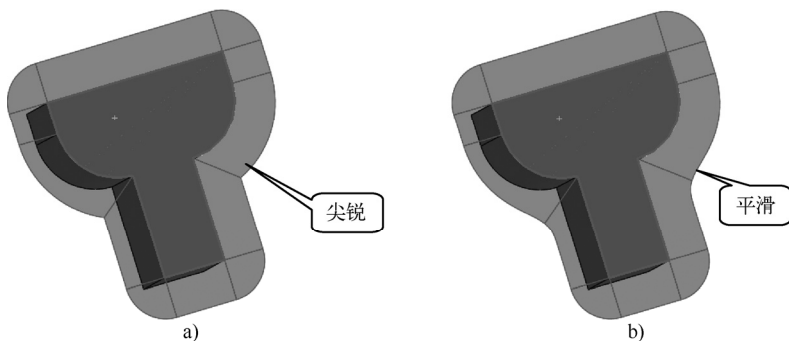

图 10-26 分型面的“尖锐”和“平滑”延伸方式
- “分型面”卷展栏：用于设置分型面的详细参数。其中“距离”文本框用于设置分型面的延伸长度；“角度”文本框用于设置分型面与拔模方向的角度；“尖锐”按钮，设置相邻边线间延伸的曲面尖锐相连；“平滑”按钮，设置相邻边线间延伸的曲面平滑相连，如图 10-26 所示。